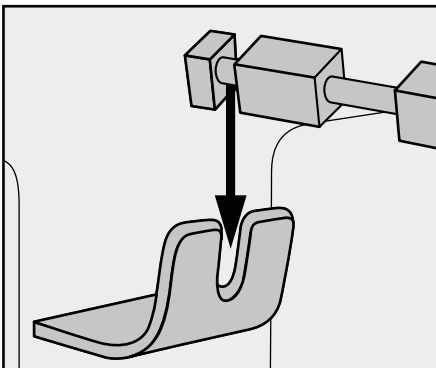

Fig. 2 : Poser le tournebroche 16 dans le logement du tournebroche 9
- Posez ensuite l'autre extrémité du tournebroche 16 avec la rainure profonde dans le logement du tournebroche 9 (fig. 2) :